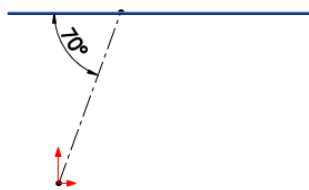

图 2.2.3 草图 1
Step3. 创建图 2.2.3 所示的草图 1。选择下拉菜单  插入(I)   草图绘制 命令；选取前视基准面作为草图基准面，绘制图 2.2.3 所示的草图 1。